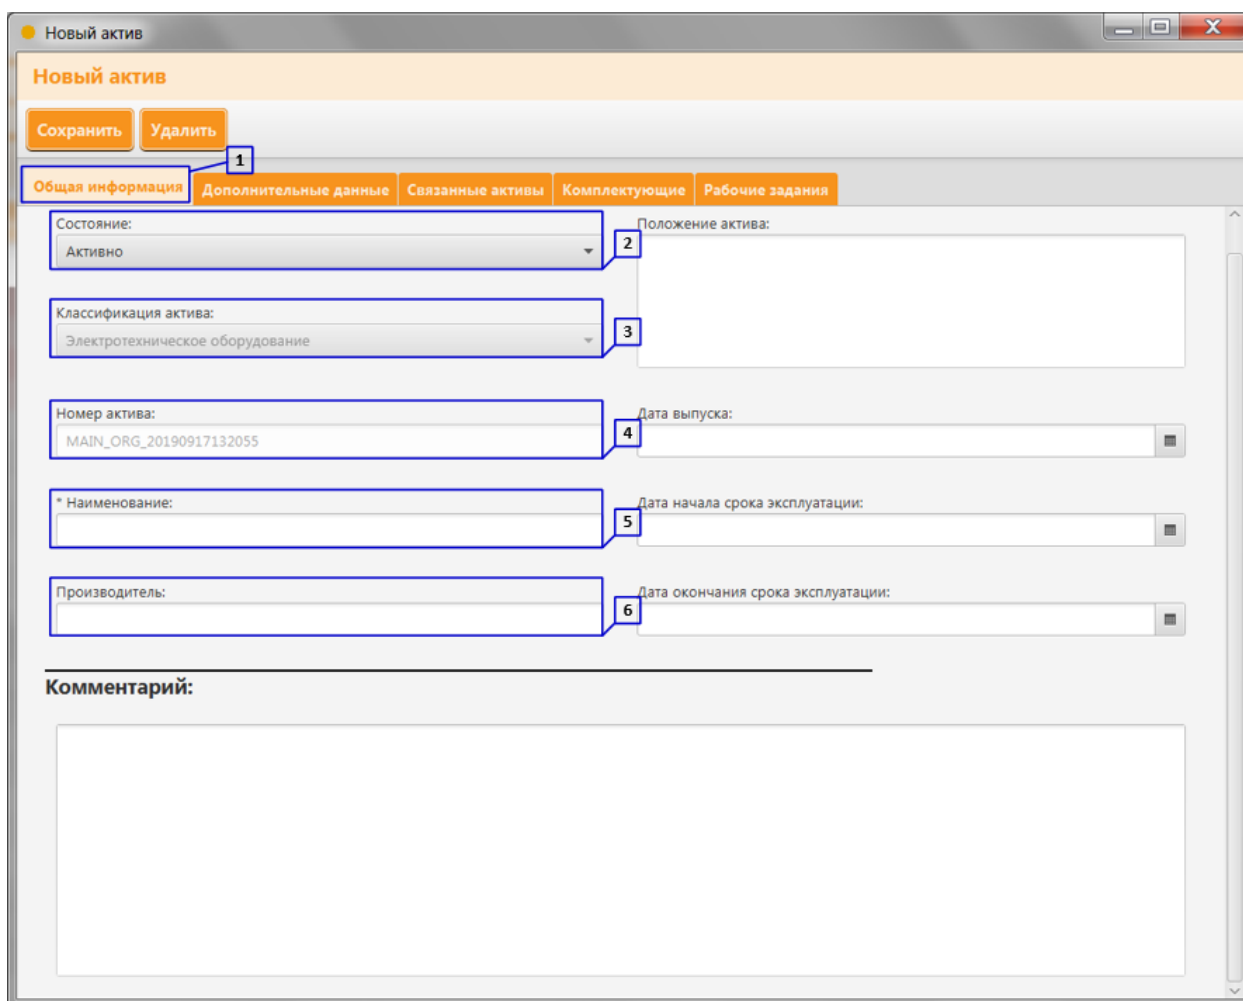

Рисунок 23. Создание нового актива вкладка «Общая информация» (Часть 1)
2. В открывшемся окне «Новый актив» на вкладке «Общая информация» (Рисунок 23 пункт 1) в строке «Состояние» выберите статус актива (Рисунок 23 пункт 2). Актив имеет следующие статусы:
3. Из выпадающего списка «Классификация» выберите соответствующую классификацию актива (**Рисунок 23 пункт 3**).
4. В строке «Номер актива» идентификационный номер актива присваивается автоматически при создании (**Рисунок 23 пункт 4**);
5. В строке «Наименование актива» введите полное наименование актива (**Рисунок 23 пункт 5**);
6. В строке «Производитель» введите наименование производителя данного актива (**Рисунок 23 пункт 6**);